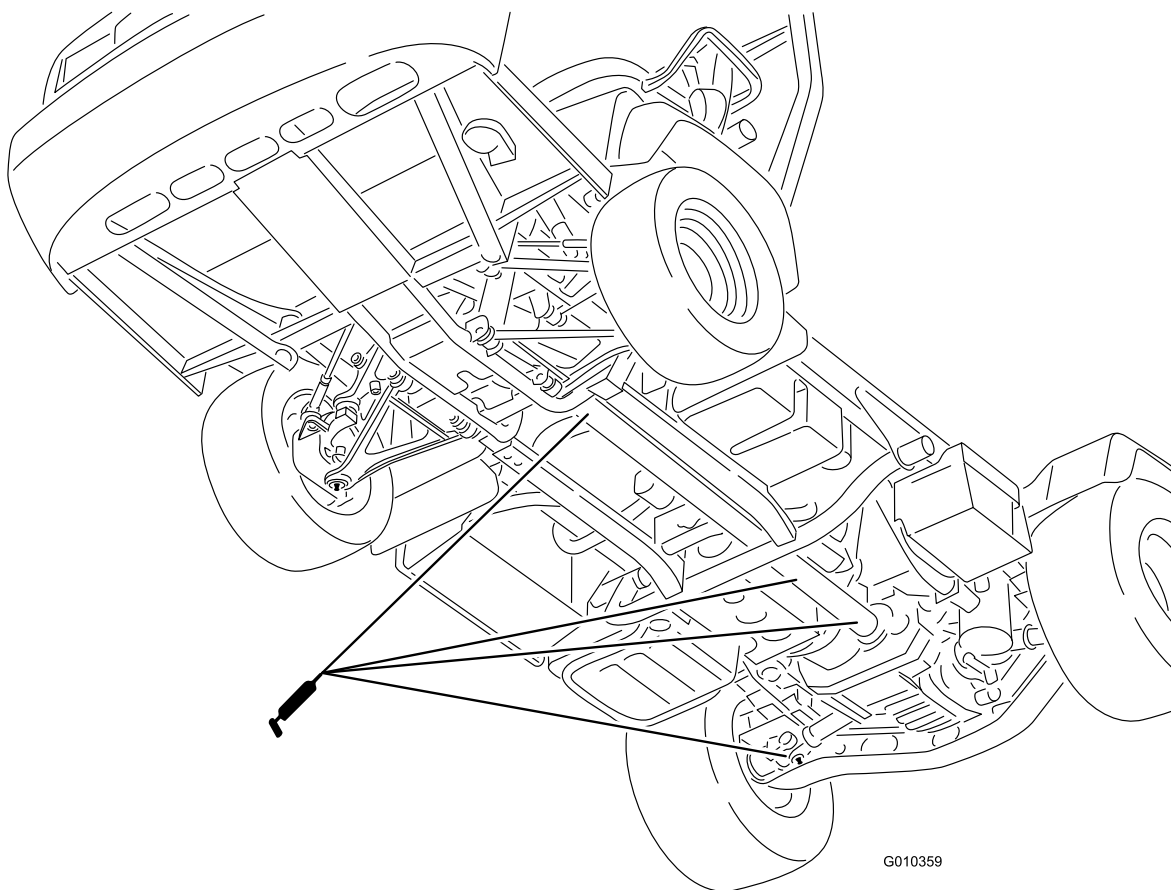

Figura 45
- Articulación en U (18) y árbol de la transmisión a 4 ruedas (3) (Figura 45)